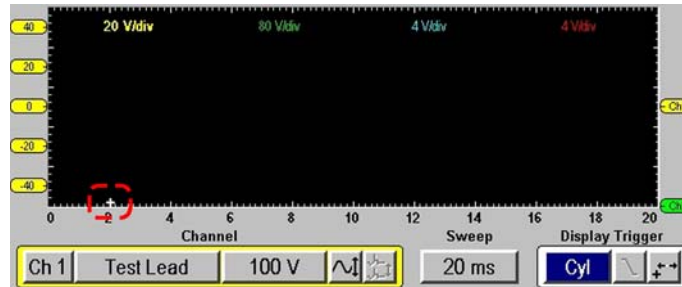

Abbildung 4-57 Positionsmarkierung Zyl-Trigger (Beispiel)
- Wenn der Zyl.-Trigger ausgewählt wird, wird unten im Signalfeld ein weißes Pluszeichen (+) angezeigt, das den Zeitpunkt und das Niveau repräsentiert, bei dem ein Zylinder getriggert wird (Abbildung 4-57).